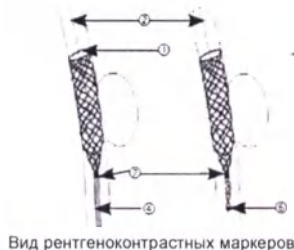

Рисунок 4: Позиционирование и развертывание Silk Vista в аневризме
- Осторожно развернуть стент, надавив нажав на проводник для доставки и одновременно вытянув микрокатетер^④ (См. Рисунок 4).
- **Примечание:** На этом этапе дистальная часть проводника для доставки^② продвигается вперед из-за укорачивания стента во время развертывания.
- При развертывании стента перед отсоединением (если дистальное кольцо^⑦ катетера^④ не накладывается на маркер^③ проводника для доставки, см. Рисунок 4), можно повторно вставить стент^① в катетер, потянув за проводник для доставки. и/или продвигая микрокатетер над развернутым стентом.
- Стент полностью раскрывается, когда маркер на проводнике для доставки совмещается с дистальным кольцом катетера. В этом случае, снова вставить стент в интродьюсер невозможно (см. Рисунок 4)
- Проталкивать проводник для доставки до тех пор, пока маркер на проводнике для доставки не выйдет за дистальное кольцо рентгеноконтрастного маркера катетера примерно на 2 мм.^⑦
- **Перед извлечением проводника для доставки,** можно расположить микрокатетер^⑤ дистальнее стента, чтобы обеспечить доступ через стент.